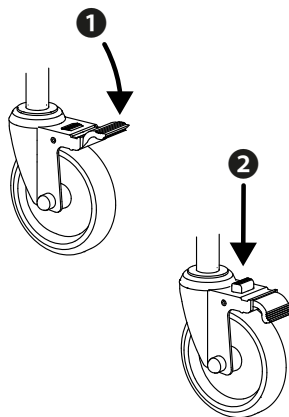

Fig.10
1. Azionare il meccanismo del freno spingere con il piede la levetta di blocco (1, fig. 10).
2. Per sganciare il freno, premere con il piede l'apposito pulsantino (2, fig. 10).